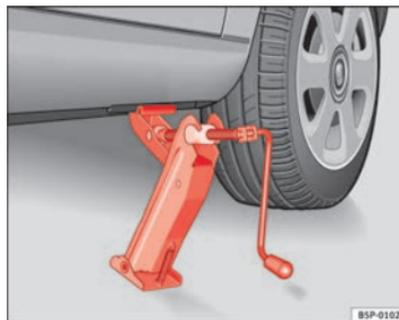

Fig. 178 Colocação do macaco
- Ajuste o macaco de modo a que a respectiva garra envolva o perfil da longarina inferior e a base móvel fique totalmente assente no chão ⇒ Fig. 178.